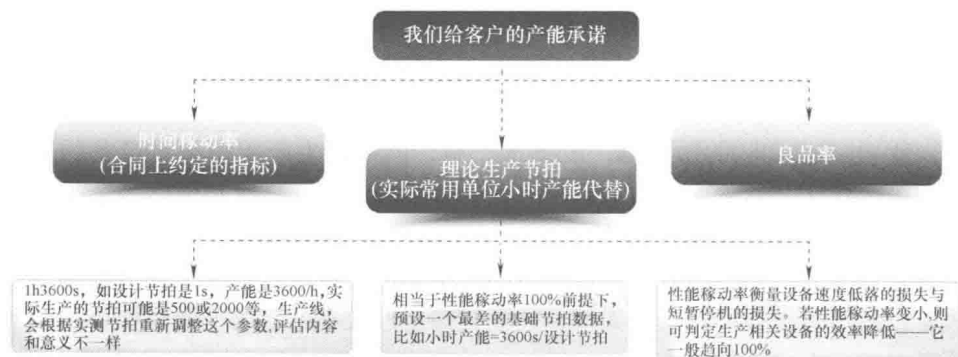

图 3-42 设备产能的指标（写在合同上）
⑤ 实际给客户的产能承诺（合同约定），一般是时间稼动率、理论生产节拍（也可用单位小时生产数量）、良品率三个指标，如图 3-42 所示。有些客户可能不会关注这些指标，只是笼统要求一个班能生产多少件。这种情况，一方面要向客户解释产能的指标意义和影响因素，另一方面在承诺产能时要特别注意，指标制订要结合客户能力、管理水平、要求内容、项目性质等，忌讳“一厢情愿”或“想当然”。笔者的建议是，评估得出的作业产能，要打个折